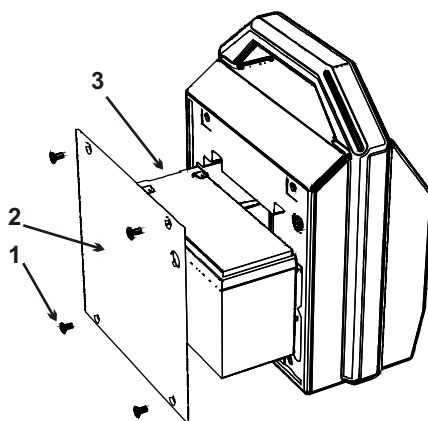

Рисунок 5
**1** Отверните 4 винта (поз. 1 рис. 5)
**2** Аккуратно снимите крышку аккумуляторного отсека (поз. 2 рис.5).
**3** Извлеките аккумулятор (поз. 3 рис.5).